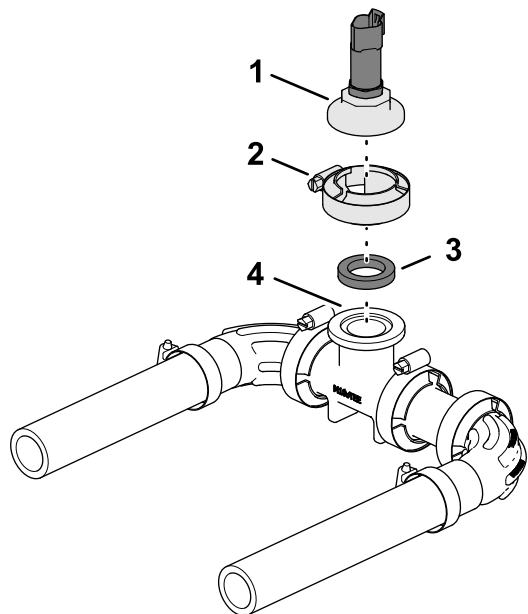

图 57
- 将多通接头帽与压力传感器和歧管 T 形接头凸缘的垫片对齐图 57。
- 用法兰夹具将接头帽和垫片固定至 T 形接头图 57。